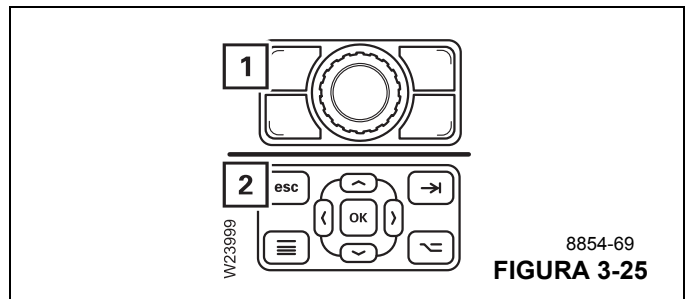

FIGURA 3-25
Oprima el botón (1, Figura 3-25) en el cuadrante selector o el botón (2) en la pantalla para salir del menú o del modo de introducción.